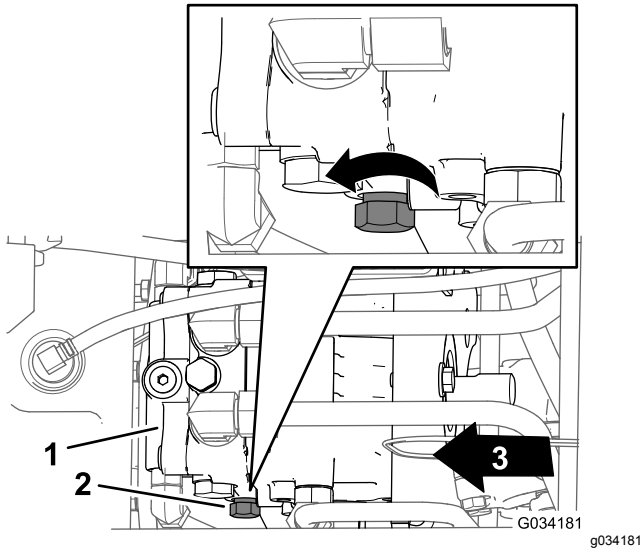

Bild 32
- Das Bedienelement für das Sicherheitsventil befindet sich an der linken Seite der Hydraulikpumpe (Bild 32).
- Drehen Sie das Bedienelement drei Umdrehungen gegen den Uhrzeigersinn (Bild 32).
- Drehen Sie das Bedienelement des Sicherheitsventils (Bild 32) im Uhrzeigersinn, bis der Widerstand größer wird (das Sicherheitsventil ist dann geschlossen).